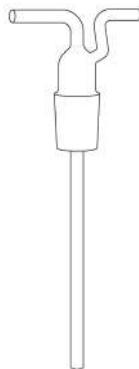

Рис. 62. Насадка для склянки Дрекселя
6. **Насадка для склянки Дрекселя** (рис. 62) - конструктивный элемент химических приборов. Предназначена для промывания и очистки газов.